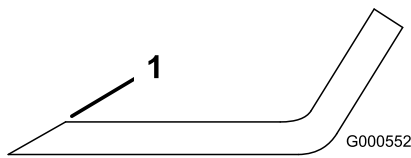

Bild 66
1. Schärfen Sie die Schnittkante an beiden Enden des Schnittmessers mit einer Feile (Bild 66).
Hinweis: Feilen Sie, wenn das Schnittmesser nicht ausgewuchtet ist, vom Flügelbereich des Messers etwas Metall ab (**Bild 66**).